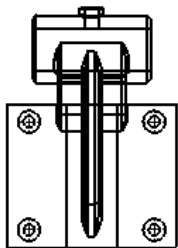

图 6.3.10 “线架图”模式
-  (线架图)：视图中的不可见边线以实线显示（图 6.3.10）。
下面以图 6.3.10 为例，说明如何将视图设置为显示状态。